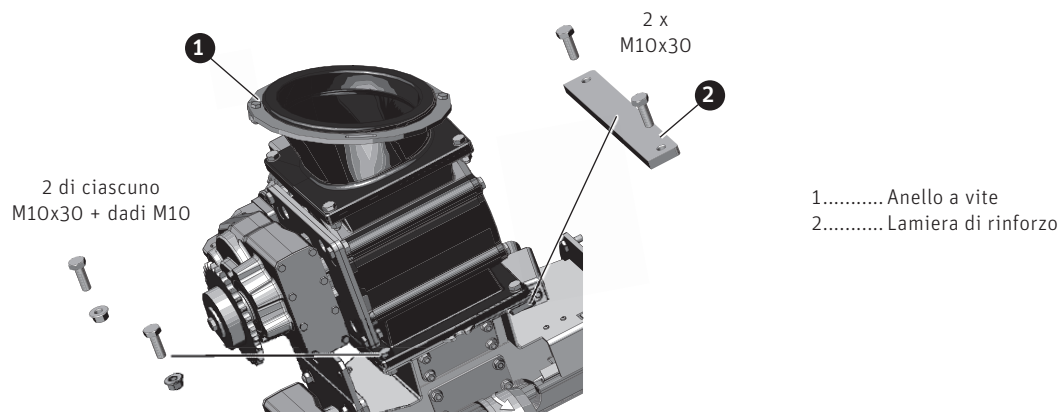

Fig. 112 Applicare la valvola rotativa sulla coclea di dosaggio e avvitare
- ▶ Applicare la valvola rotativa sulla coclea di dosaggio e fissarla con 4 viti a testa esagonale M10x30, la lamiera di rinforzo e 2 dadi M10. L'anello a vite resta ancora aperto (serrarlo solo dopo l'unione al canale a coclea risp. all'accessorio del tubo di scarico discendente) – Fig. 112.